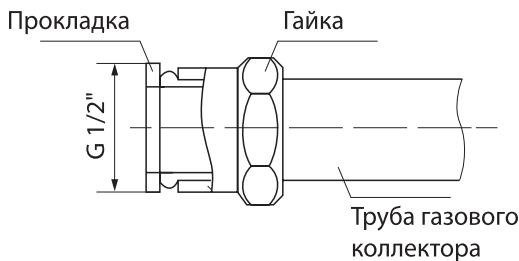

Рис. 1 Конструкция газопровода плиты
- На приборе предусмотрен подвод газа, что позволяет присоединять его к магистральному газопроводу с помощью гибкого шланга. На выходе газового коллектора прибора расположена гайка с наружной цилиндрической резьбой G1/2", предназначенная для подключения прибора к сетевому газопроводу. Для подключения газа к прибору необходимо установить уплотнительную прокладку (не входит в комплект) согласно Рис. 1